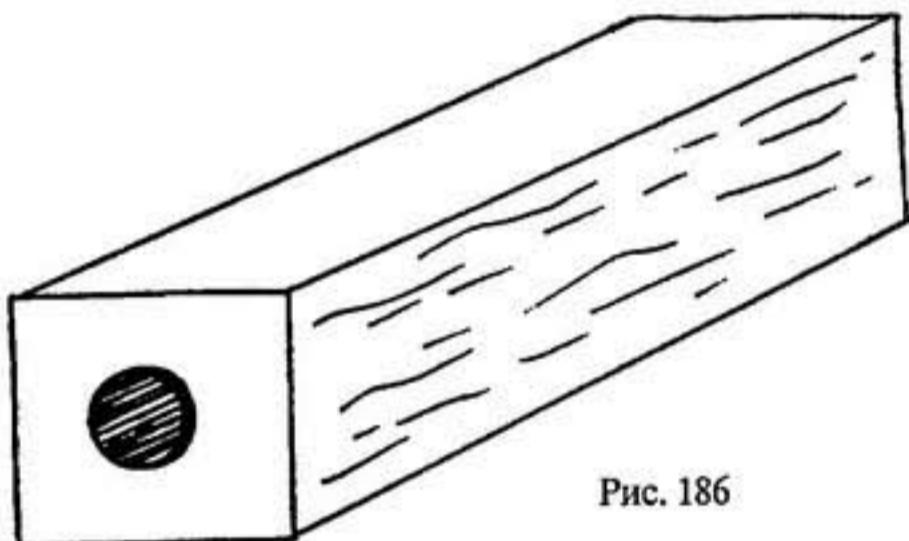

Рис. 186
2. *Промежуточные бруски.* Две эти детали имеют квадратное сечение 20×20 мм, длину — 60 мм. По продольной оси сверлится сквозное отверстие диаметром 8 мм (рис. 186), куда потом будут вставляться деревянные нагели, с помощью которых вы соедините отдельные детали в изделие — ручку. (Изготовление нагелей описано в уроке 8.)